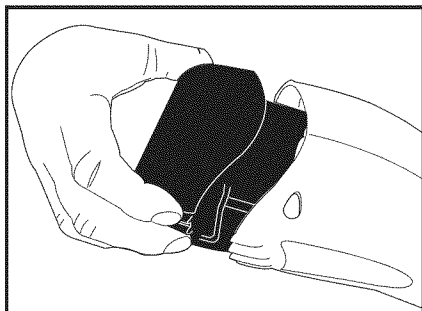

Figure 8
1. Appuyer simultanément sur les boutons à rappel de chaque côté de la batterie. (Voir figure 8.)